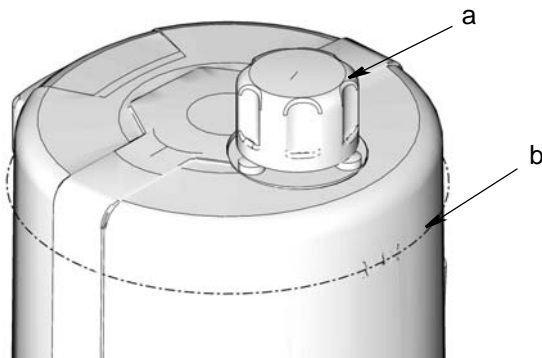

FIG. 16
- Ne remplissez pas trop (FIG. 16).